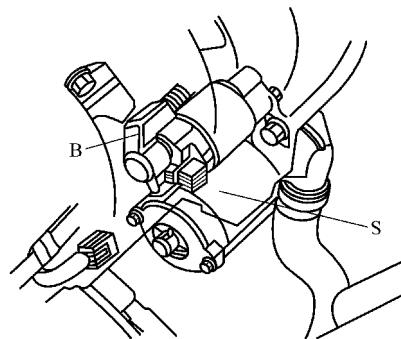

图 2-11 测试本田起动机
1) 如图 2-11 所示, 将 1 针插接器从起动机端子 S 上断开, 使用跨接线将起动机接线柱 B 与起动机端子 S 短接, 如果起动机能运转, 但无力, 说明起动机内部故障, 应分解进行检修。